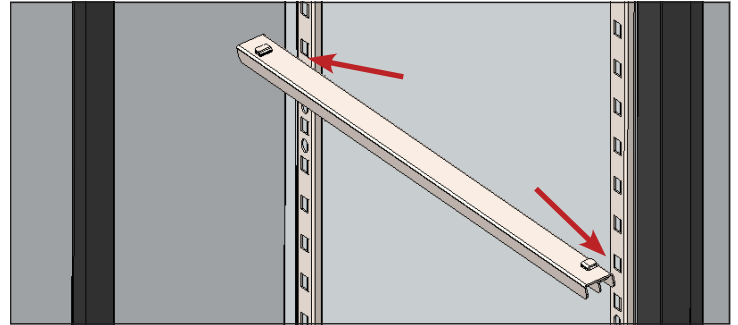

Fig. 1. Alinee las lengüetas con los huecos.
2. Alinee las lengüetas de la guía del estante/bandeja con los huecos de los perfiles delantero y trasero a la altura deseada. Véase la fig. 1.